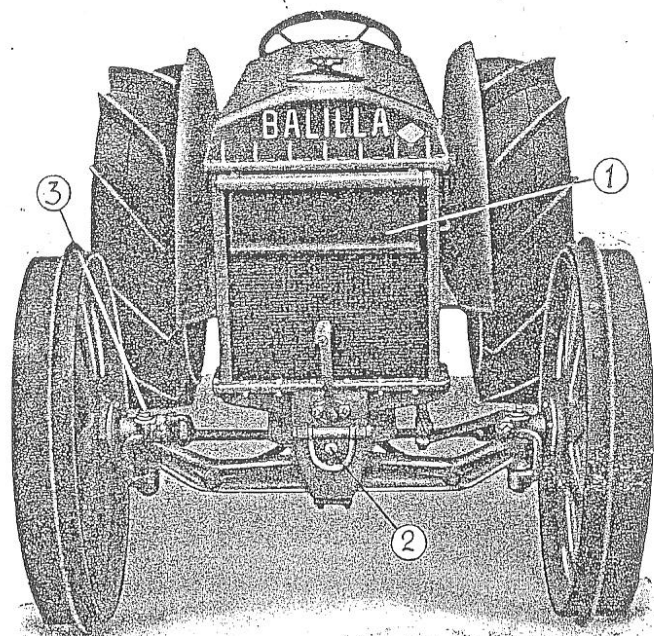

Fig. 3
- 1) A siringa con olio denso tutti gli ingrassatori a pressione (sterzo ruote, fig. 3, n. 3).
Per assicurare il buon riscaldamento del motore è bene abbassare la tendina posta davanti al radiatore (fig. 3, n. 1); tale tendina potrà essere tenuta parzialmente abbassata durante la stagione invernale anche in lavoro.